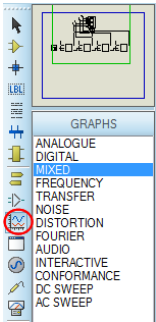

图 9
单击左侧工具箱中的“Graph Mode”图标，在对象选择器中显示各种波形种类，如图 9 所示。此处选择数字波形(DIGITAL)或数字模拟混合波形(MIXED)。
(6) 在编辑区放置模拟分析图，并将 V1、V2、VO 添加到分析图中。模拟分析图的添加方法见图 9。